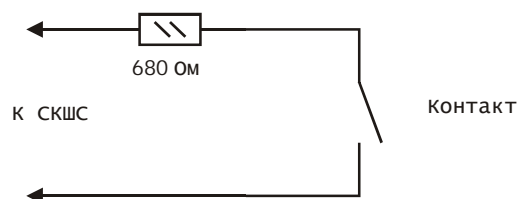

Рис. 4 Схема включения ШС с контролем КЗ
При подключении одного ШС к СКШС по схеме на, Рис. 4 собственный ток потребления СКШС увеличивается на:
5.8. Если СКШС является последним устройством в линии связи с БЦП, перемычку согласующего резистора (Рис. 4) необходимо замкнуть.